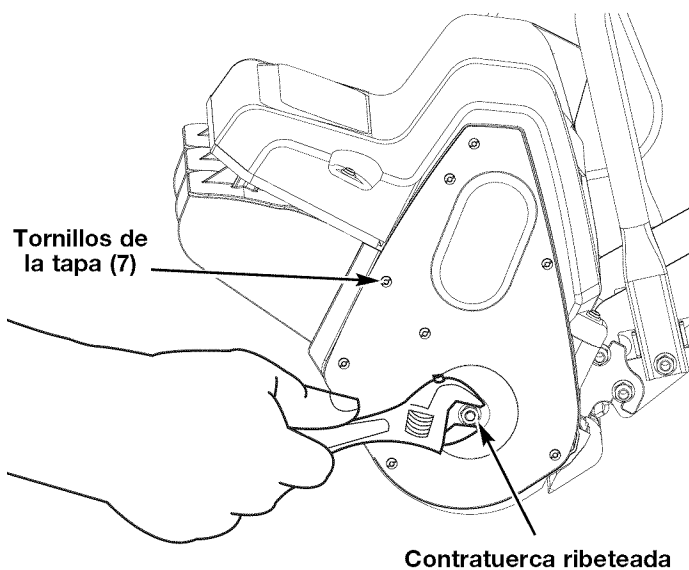

Fig. 9
1. Quite la tuerca ribeteada de la tapa de caja de la correa con una llave o copa para tuercas (Fig. 9).
2. Quite los siete (7) tornillos de la tapa de la caja de la correa con una herramienta Torx # T20 o con un destornillador de punta plana (Fig. 9).